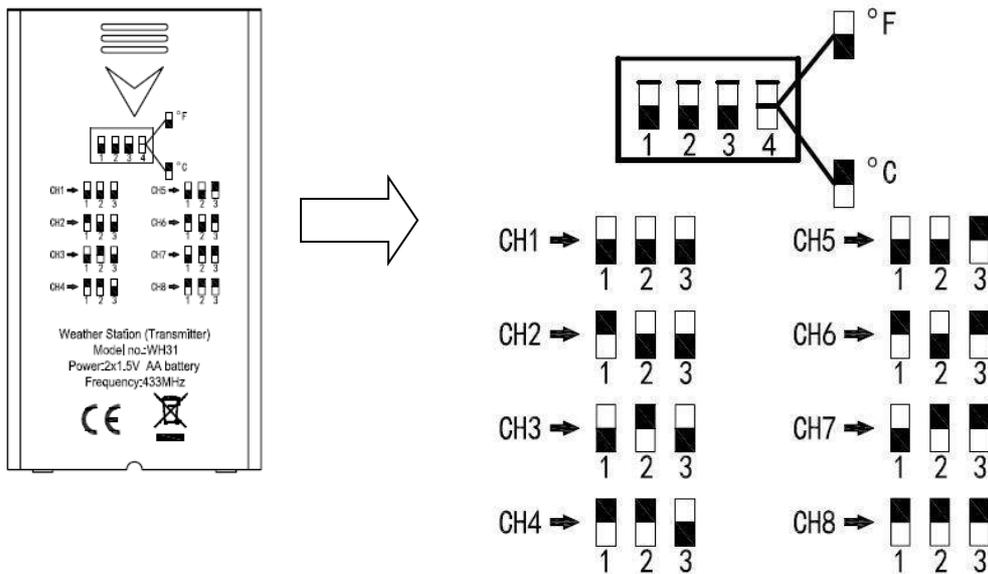

Abbildung 5
4. Kanalnummer: Siehe Abbildung 5/6 zur richtigen Kanaleinstellungen.